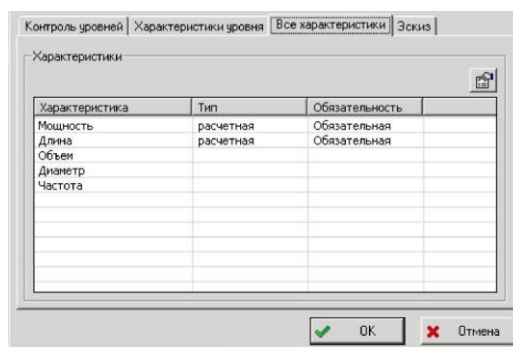

Рис. 24 - Вкладка «Все характеристики» диалогового окна создания уровня классификации
- Вкладка «**Все характеристики**» – служит для отображения всех характеристик, которые в последующем будут описывать свойства объектов на текущем уровне классификации (рис. 24). В этой вкладке отображаются характеристики заданные для текущего уровня, а также наследуемые от вышестоящих уровней или справочника с целом.